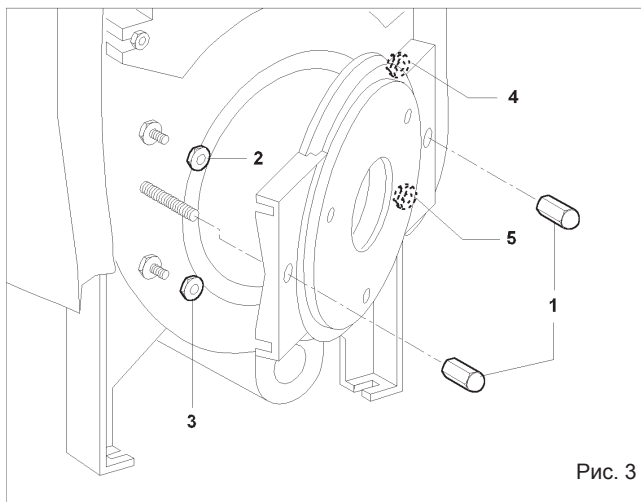

Рис. 3
- 1) Полностью открутить гайки 1, 2 и 3, а затем ослабить гайки 4 и 5 (рис. 3).